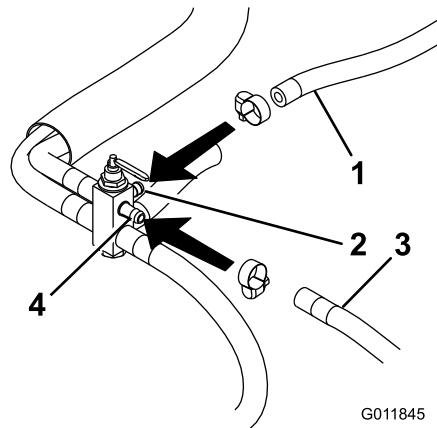

Figure 5
12. Branchez le flexible de carburant du réservoir de carburant supérieur gauche au raccord supérieur gauche de la nouvelle vanne de sélection au moyen d'un collier neuf. Vérifiez que le collier est bien serré (Figure 5).
13. Branchez le flexible de retour du moteur au raccord supérieur central de la nouvelle vanne de sélection au moyen d'un collier neuf. Vérifiez que le collier est bien serré (Figure 5).